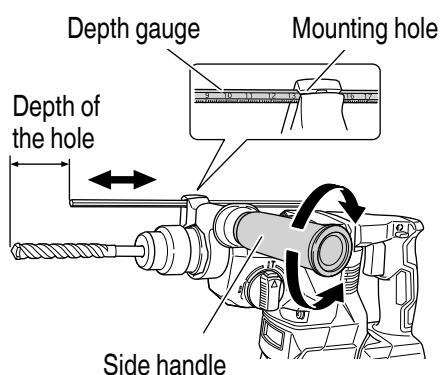

Fig. 30
7. Using depth gauge (Fig. 30)